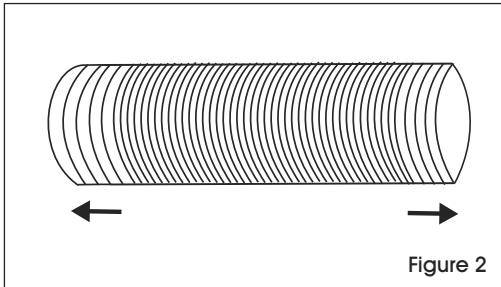

Figure 2
1. Rallongez l'une des extrémités du tuyau. (Voir Figure 2)